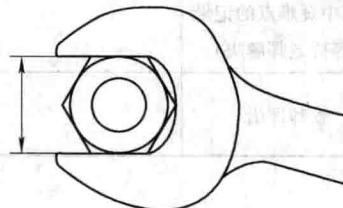

图 2-2 扳手型号含义
**知识点：**扳手的型号就是相对应螺栓或螺母头部六面体对边的距离，如 14#扳手，指所对应的螺栓或螺母头部六面体对边距离为 14mm，如图 2-2 所示，梅花扳手、套筒扳手的型号含义与呆扳手相同。